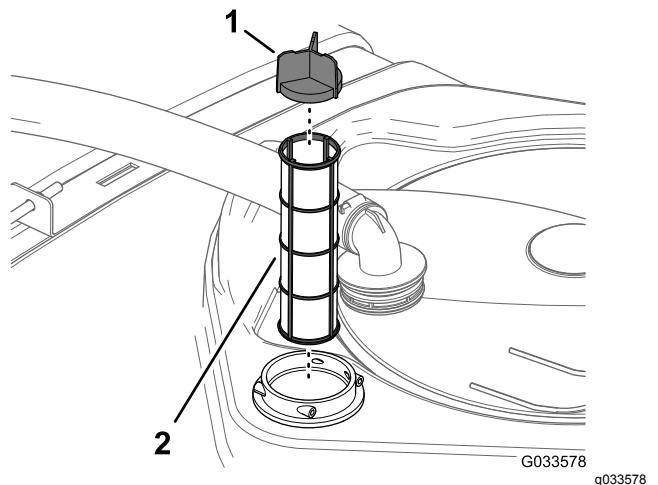

Figura 77
- Retire o filtro de rede da sucção da estrutura do filtro de rede no depósito (Figura 77).